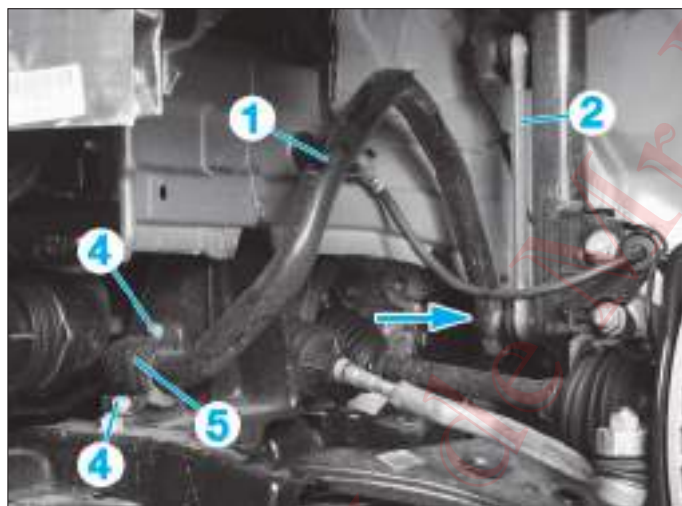
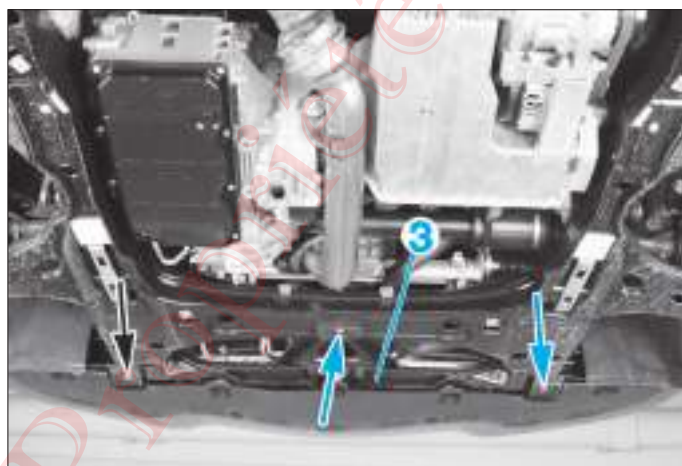

FIG. 12
FIG. 13
- Désaccoupler la barre stabilisatrice (1) des biellettes (2) (flèche) (Fig.12).
- Déposer les vis (flèches) du support de radiateur (3) (Fig.13).
- Déposer le support de radiateur (3).
- De chaque côté, déposer les 2 vis (4) puis l'étrier (5) (Fig.12).